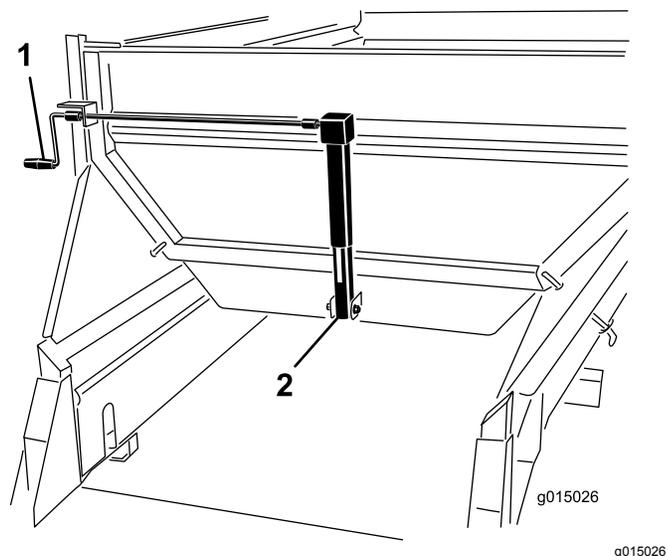

图 45
转动曲柄调节尾门(图 45)直至箭头对准需要颜色区域的中心本例中为黄色。
1. 转动曲柄调节尾门 (图 45) 直至箭头对准需要颜色区域的中心本例中为黄色。